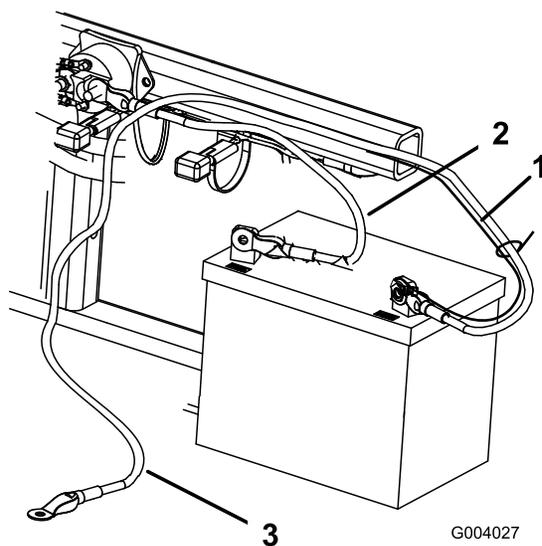

Figura 5
2. Fixe o cabo positivo (vermelho) ao terminal positivo (+) com um parafuso (1/4 x 5/8 pol.) e uma porca de bloqueio (Figura 5).
3. Fixe o pequeno cabo preto e o cabo negativo (preto) ao terminal negativo (-) da bateria com um parafuso (1/4 x 5/8 pol.) e uma porca de bloqueio (1/4 pol.) (Figura 5).